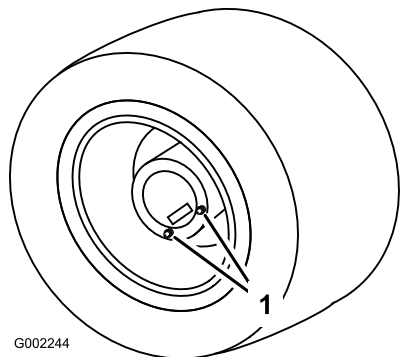

Figure 83
1. Placez le pulvérisateur sur une surface plane et horizontale et positionnez les roues arrière comme montré à la Figure 83.
3. Placez un bac de vidange sous les bouchons de vidange et retirez les bouchons du moyeu (Figure 83).